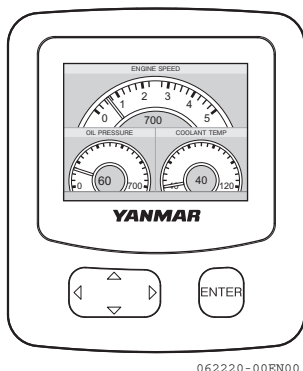

Figura 11
- Cuando arranca el motor, la pantalla del VC10 muestra la pantalla con las condiciones del motor **(Figura 11)**.